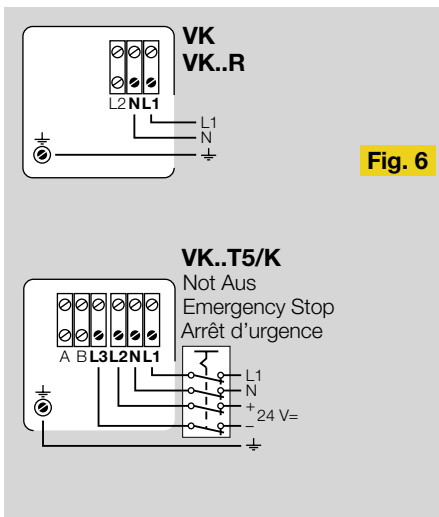

Fig. 7
- mit 24 V= Haltespannung, VK..T5/K (Option) (Fig. 7)
- with 24 V DC holding voltage, VK..T5/K (option) (Fig. 7)
- avec tension de maintien 24 V=, VK..T5/K (option) (Fig. 7)